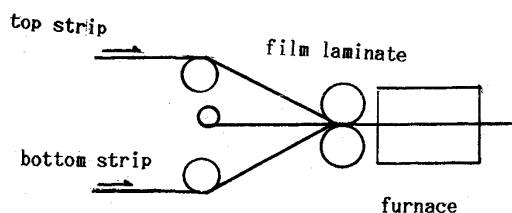
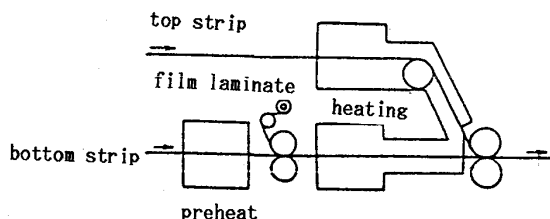

Fig.2 Conventional film laminating method of CLL
Fig.3 NKK Film laminating method
Fig. 2に一般的な制振鋼板設備の結着方法を示すが、上下の鋼板を制振フィルムの結着温度以上に予め加熱し、フィルムを中間に入れ鉄製加熱ロールで一気に結着する方式である。これに対して、NKK式2step方式は、Fig. 3の様に下板を予めフィルムの溶融温度近辺に加熱し、フィルムを合わせ上がゴム、下が鉄製のロールで仮に結着させる、その後フィルムの結着温度以上に加熱し、上板と合わせて下がゴム、上が鉄製のロールで本結着する。この方式を採用した事により、(a) フィルムと鋼板間の気泡発生が防がれ制振鋼板製品の密着力が向上した。(2) フィルムの破断が防止できた。